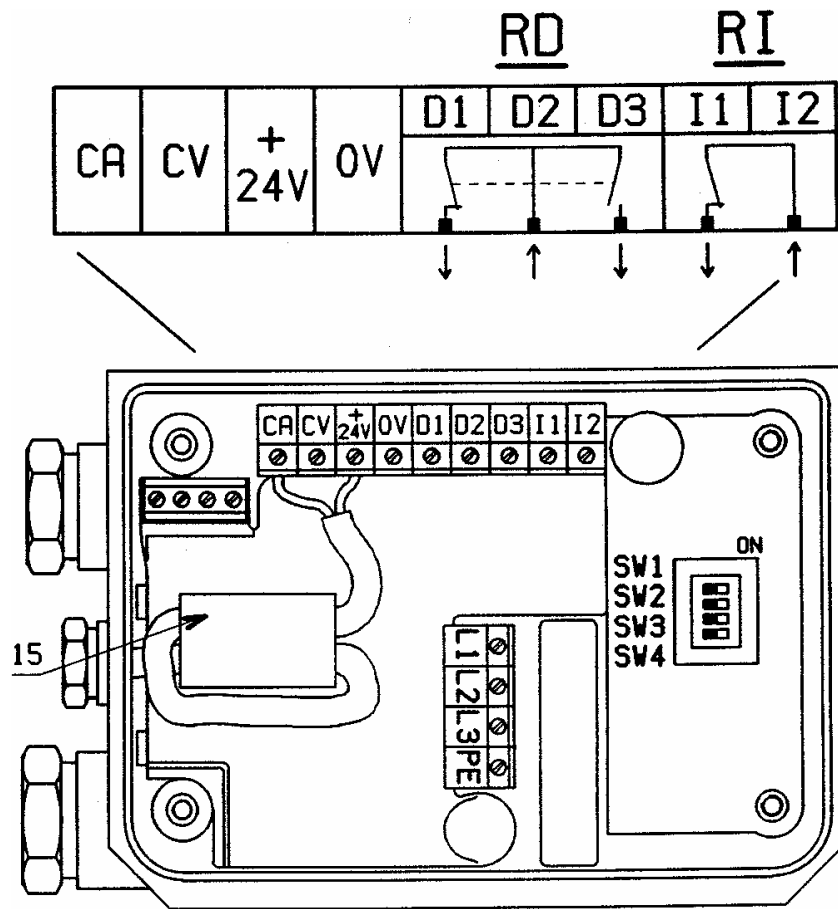

Рис. 3
- Подключение частотного преобразователя (рис. 3), должно осуществляться в соответствии с приведенными ниже таблицами и схемами (см. раздел 6. Ввод в эксплуатацию):